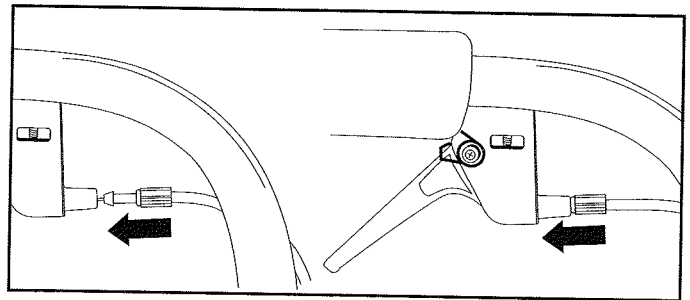

Fig. 11
5. Enfoncez le câble de la manette dans le boîtier de la détente jusqu'à ce qu'il y ait un déclic (Fig. 11).